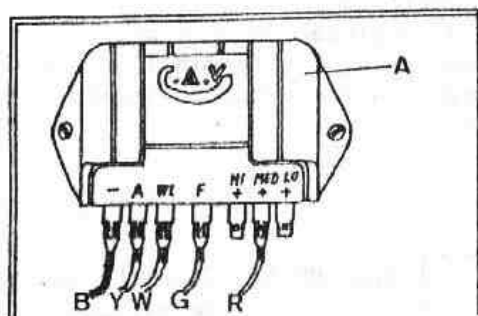

Fig. N2-45 Conexiones del regulador
- 2.4.1. Comprobar que el cable, R (Fig. N2-45) del regulador, A, tiene corriente positiva y el terminal está conectado perfectamente al regulador. Si no se descubre fallo, el regulador está defectuoso.
- 3.1. Para comprobar la separación entre los contactos, A (Fig. N2-45) de los ruptores, se girará el eje del distribuidor, E, hasta que el contacto móvil del ruptor, descansa sobre la posición máxima de la leva. Insertar a continuación una lámina entre los contactos del ruptor y verificar que la separación está comprendida entre 0,25 mm. y 0,30 mm.